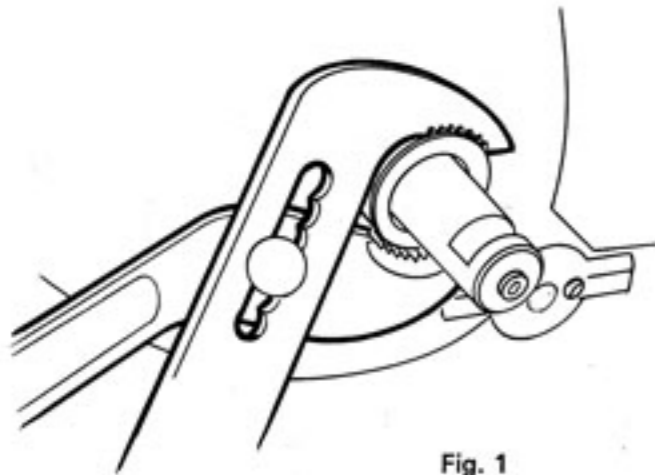

Fig. 1
- Enlever le pare-huile de la poulie de pédalier (pince multiprise, Fig. 1).